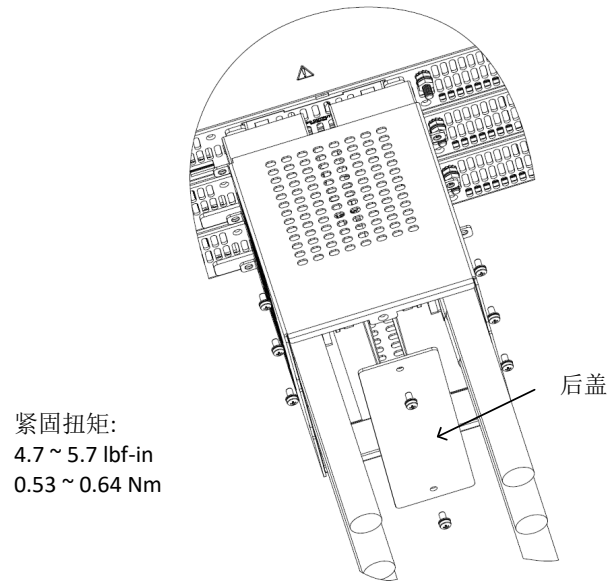

图 4-65: 20V - 40V 母线保护盖安装
7. 使用 6 个 M3x8 Sems 螺钉将母线保护盖安装到电源的后面板上，如图 4-65 所示（所示为 15kW，也适用于 10kW。对于 10kW，只有 4 个螺钉）。
8. 使用 2 个 M3x6 Sems 螺钉安装母线保护盖的后盖，如图 4-65 所示（所示为 15kW，也适用于 10kW。对于 10kW，只有 4 个母线保护盖螺钉）。